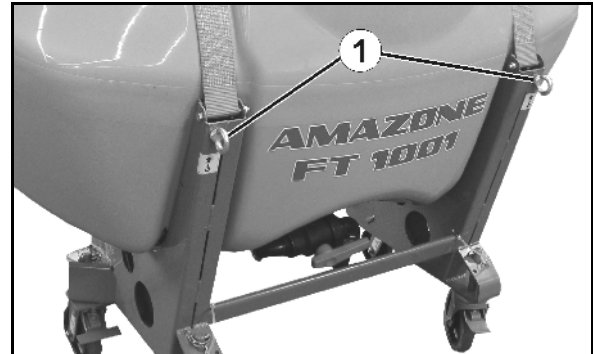

図 3
- 前側に 2 箇所の取り付けポイント (図 3/1) があります。
機械を昇降起重機で積載する場合には、ベルト用に印がある取り付けポイント (図 3/1) を使用してください。